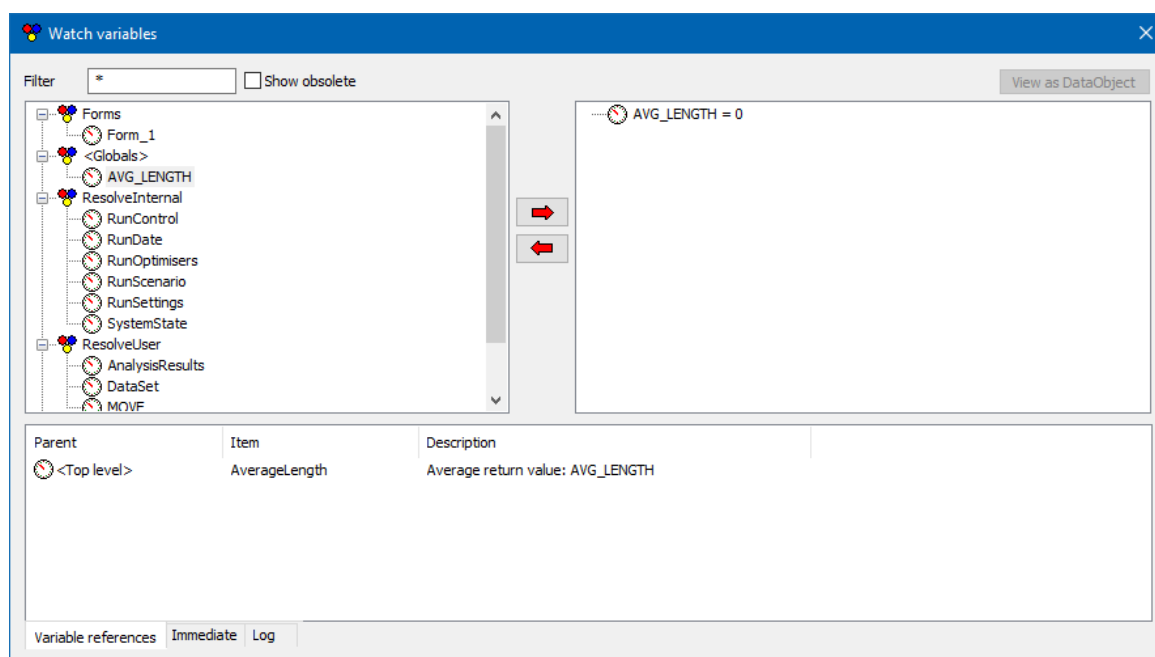

Рисунок 51: Вікно змінних спостереження зі змінною `AVG_LENGTH`, встановленою як змінна спостереження.
56. Клацніть червону стрілку, яка вказує праворуч від вікна, щоб визначити змінну `AVG_LENGTH` як змінну спостереження (Рисунок 51).